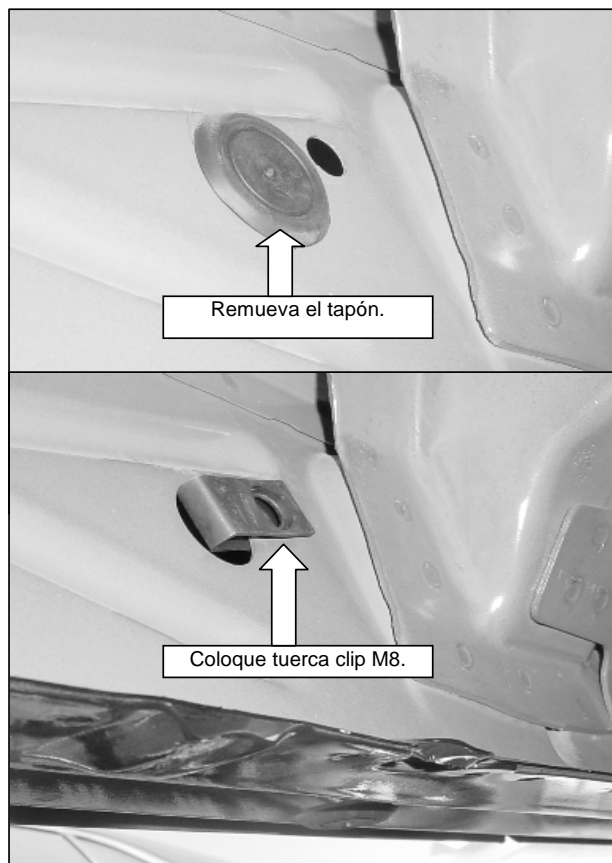

ILUSTRACIÓN 2
4. En modelos **DOBLE CABINA**, localice en la parte delantera y central de la carrocería del vehículo el barreno roscado y tuerca existente. **VER FOTO 1.** Coloque el bracket y fije de acuerdo a la **ILUSTRACIÓN 1**. **NOTA: Coloque el espaciador como se muestra en la ilustración 1.** En la parte trasera localice el barreno e inserte una tuerca clip M8. **VER FOTO 2.** Coloque el bracket y fije de acuerdo a la **ILUSTRACIÓN 2**. Repita para el lado contrario.
5. En modelos **CABINA Y MEDIA**, localice en la parte delantera, central y trasera de la carrocería del vehículo el barreno e inserte una tuerca clip M8. **VER FOTO 2.** Coloque el bracket y fije de acuerdo a la **ILUSTRACIÓN 2**.